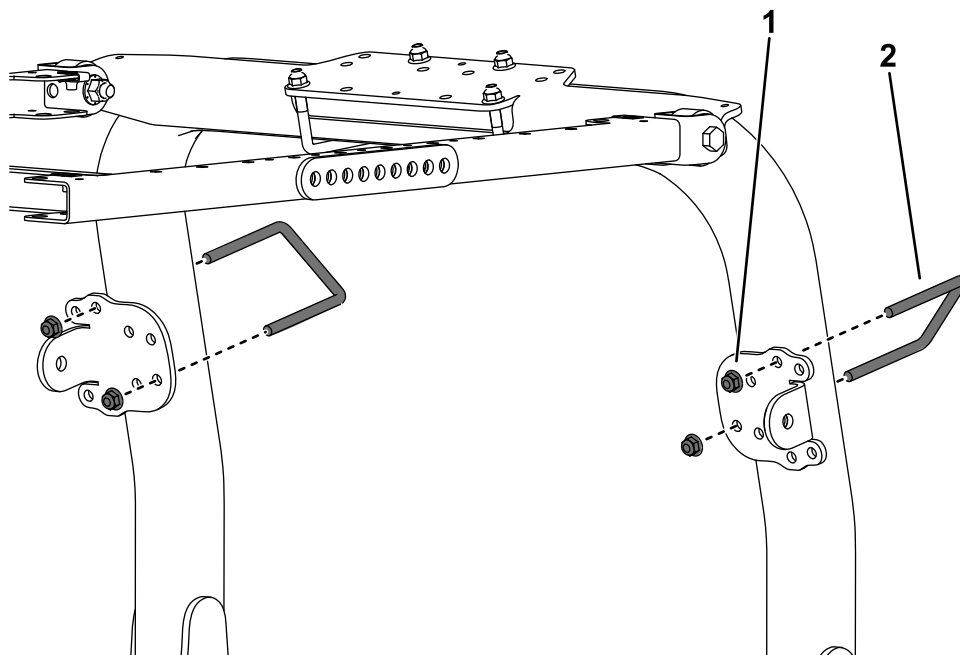

Рисунок 29
9. Используя монтажные отверстия, показанные на **Рисунок 29**, прикрепите, не затягивая, все кронштейны подпорок к стойкам защитной дуги с помощью U-образного болта (3 1/8 x 5 дюймов) и 2 фланцевых гаек.